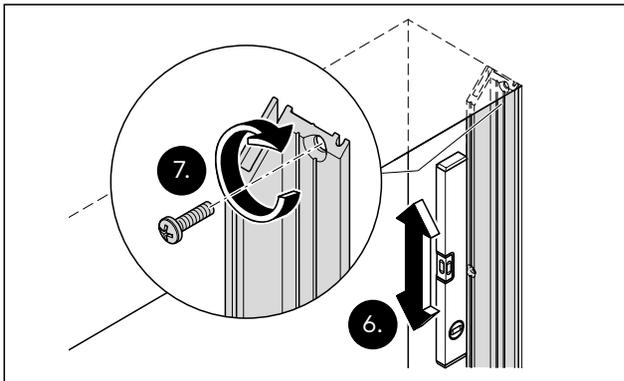

Abb. 26 Den Zargen-Adapterprofil ausrichten und befestigen
6. Den Zargen-Adapterprofil ausrichten (Abb. 26).